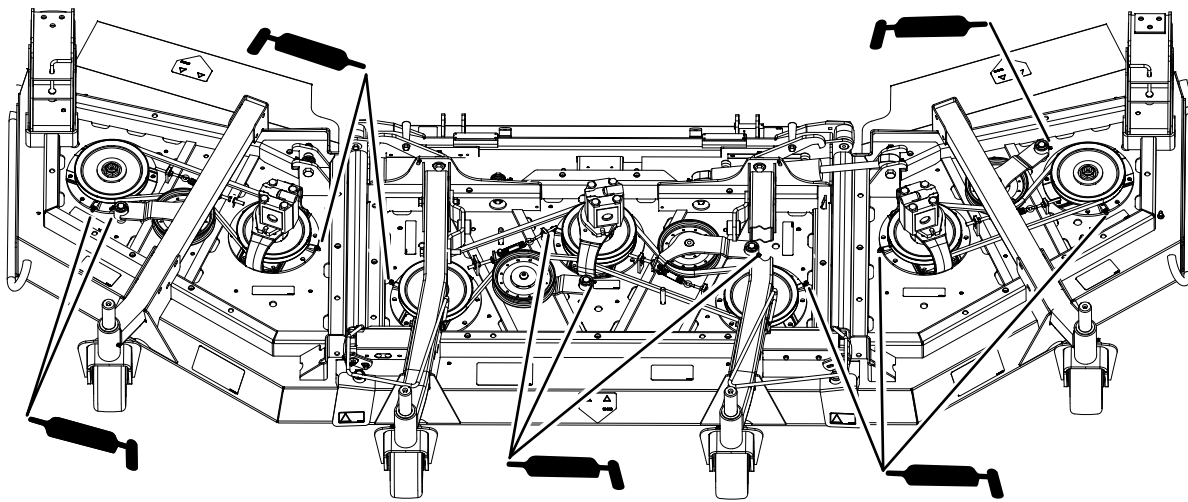

Figure 51
- 3 paliers d'axes de pivot (sous la poulie) (Figure 51)
- 2 bagues de pivot de bras de tension (Figure 51)